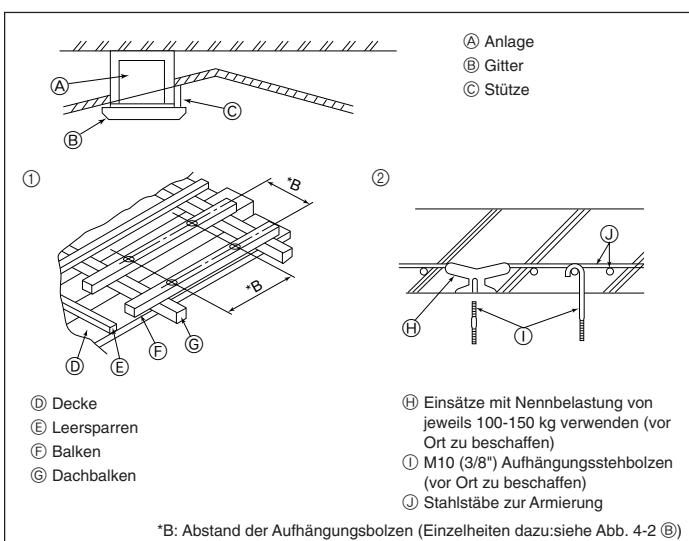

Fig. 4-4
4.4. Bauliche Gestaltung der Aufhängung (Baustuktur der Aufhängung muß hoch belastbar sein) (Fig. 4-4)